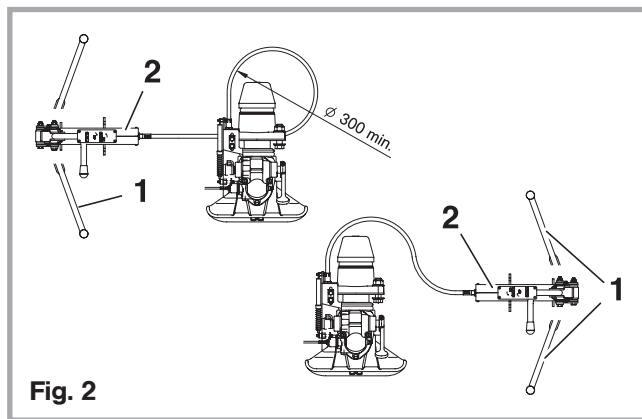

Fig. 2
Se necessario, la leva manuale (1) può essere montata anche ruotata di 90° lateralmente (vedere fig. 2). Per fare questo, allentare le viti di fissaggio, ruotare la leva manuale (1) nella direzione desiderata e riavvitare.
**ATTENZIONE: Ruotare la leva manuale (1) per non più di  $\pm 90^\circ$ .**
Il dispositivo di azionamento manuale (2) può essere montato sul lato sinistro o destro del veicolo trainante (vedere fig.2).